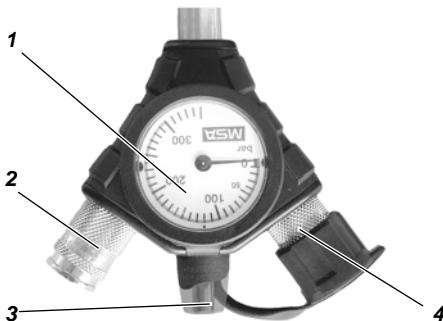

Bild 3 Kombimanometer
Am Ende des Mehrkammerschlauchs ist das Kombimanometer (siehe Bild 3) angeschlossen. Dieses besteht aus dem Manometer (1) selbst, der Kupplung für den Lungenautomaten (2) sowie einer akustischen Warneinrichtung (3) (Signalpfeife). Diese gibt beim Absinken des Flaschendrucks unter 55±5 bar ein kontinuierliches Warnsignal ab. Der Zweitanschluss (4) dient zum Anschließen eines zweiten Lungenautomaten (z. B. Rettungsset).